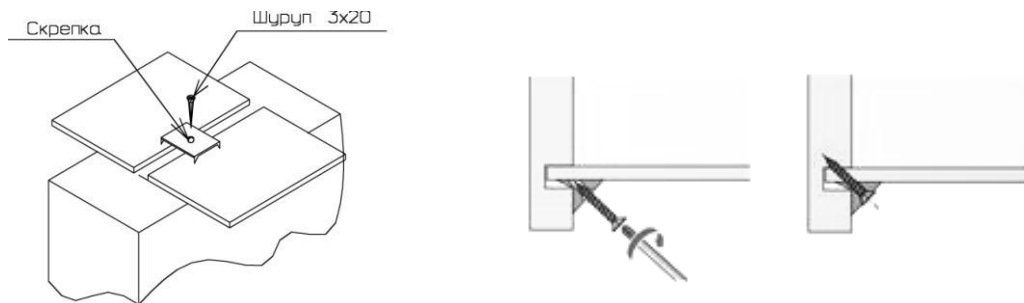

Рис. 3
1. Присоединить к горизонтальному щиту (163) заднюю стенку (167) так, чтобы дюбели стяжек вошли в соответствующие им отверстия. Затянуть эксцентрики, повернув их на 180 градусов.
2. Присоединить к горизонтальному щиту (163) перегородку (156) конфирмат-винтами, а затем перегородку (155) с помощью эксцентриковых стяжек. Затянуть эксцентрики, повернув их на 180 градусов.
3. К перегородке (155) присоединить нижний щит (164) с помощью конфирмат-винтов.
4. На нижний щит (164) установить планку опорную (168) с помощью шкантов.
5. К получившейся конструкции присоединить боковые стенки (150), (151) так, чтобы дюбели стяжек и шканты вошли в соответствующие им отверстия. Затянуть эксцентрики, повернув их на 180 градусов.
6. Установить крышку (162) так, чтобы дюбели стяжек и шканты вошли в соответствующие им отверстия на боковых стенках (150), (151), перегородке (156) и задней стенке (167). Затянуть эксцентрики, повернув их на 180 градусов.
8. Собранный корпус проверить на прямоугольность, сравнивая диагонали (их длины должны быть равны). Прямоугольное положение корпуса зафиксировать с помощью мебельных уголков с шурупами. Закрепить задние стенки шурупами 3x20 к щитам (163), (164). Место соединения задних стенок закрепить шурупами 3x20 через скрепки (рис.3, 4).